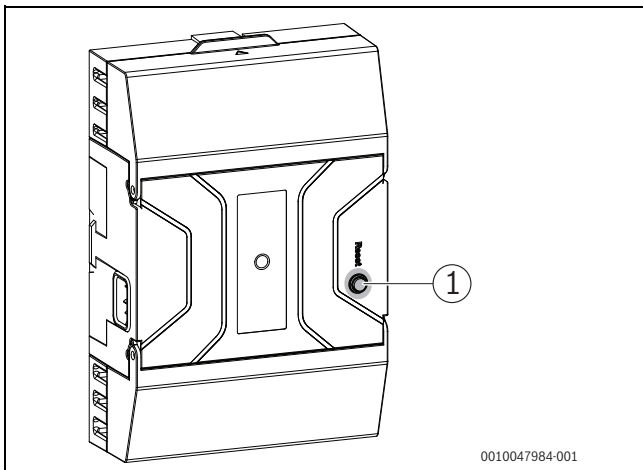

Bild 70 Störungen am Feuerungsautomat zurücksetzen
- ▶ Taste „Entstören“ am Feuerungsautomat drücken (→ Bild 70). Das Gerät geht wieder in Betrieb und die Standardanzeige erscheint im Display.